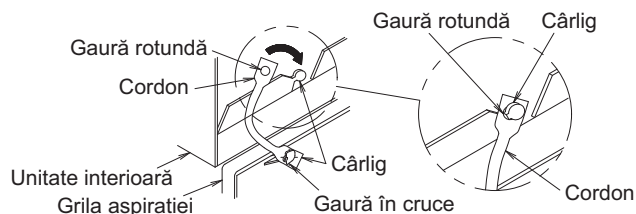

Fig. 38
- La instalarea grilei aspirației, atârnați cordonul grilei aspirației de consola unității interioare prezentată în Fig. 38.